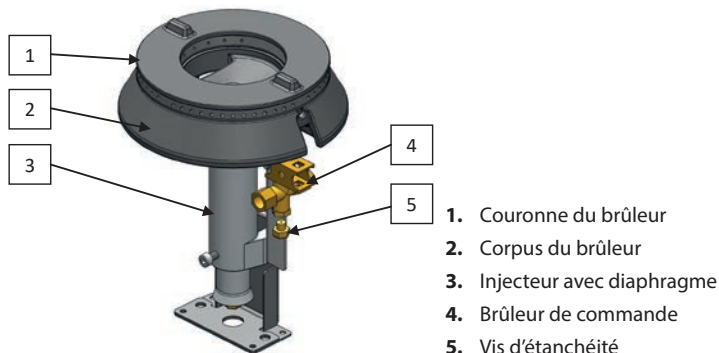

Figure 16. Construction du brûleur basée sur l'exemple du brûleur de 7 kW.
1. Si vous adaptez le réchaud du gaz naturel au propane ou au propane-butane, dévissez la vis d'étanchéité se situant sous le brûleur de commande, puis dévissez son injecteur G40 et vissez l'injecteur G20 jusqu'à la butée (pour le gaz de propane et le propane-butane on utilise le même injecteur). Ensuite vissez la vis d'étanchéité (fig. 16 pos. 5). Allumez le brûleur de commande. La flamme devrait chauffer le thermocouple et avoir une couleur claire. Si ce n'est pas le cas réglez l'afflux d'air à l'aide de la valve se trouvant sur la partie supérieure de la commande.